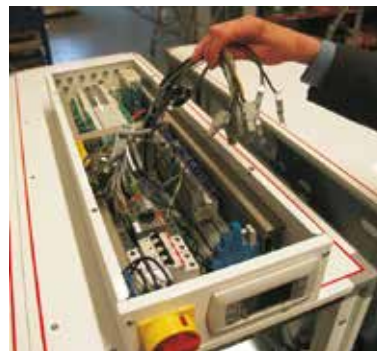

Abb. 1.1
- Regelungsdeckel abschrauben und Kabel-Steckerverbindungen lösen (Abb.1.1)